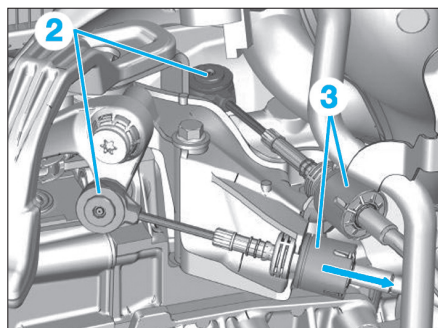

Fig. 8
- A l'aide de l'outil [1], désaccoupler les rotules (2) (Fig.8).
- Pousser vers le bas pour déverrouiller les attaches de maintien des câbles (3).